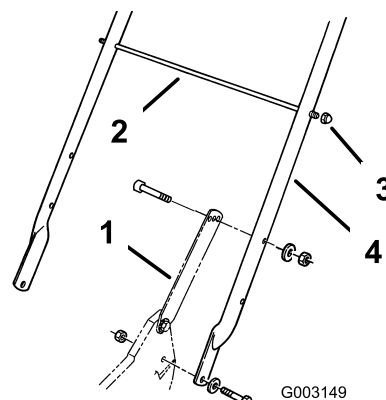

Figura 3
pernos (5/16 x 1-1/4 pulgadas), arandelas y contratuercas finas (5/16 pulgada) (Figura 3).
2. Fije los cierres del manillar al manillar con dos pernos (5/16 x 1-1/2 pulgadas), arandelas, y contratuercas (5/16 pulgada) (Figura 3).
3. Deslice la varilla de soporte de la bolsa por el segundo (desde arriba) taladro de montaje de cada lado del manillar y fije cada extremo con una contratuerca de caperuza (Figura 3).